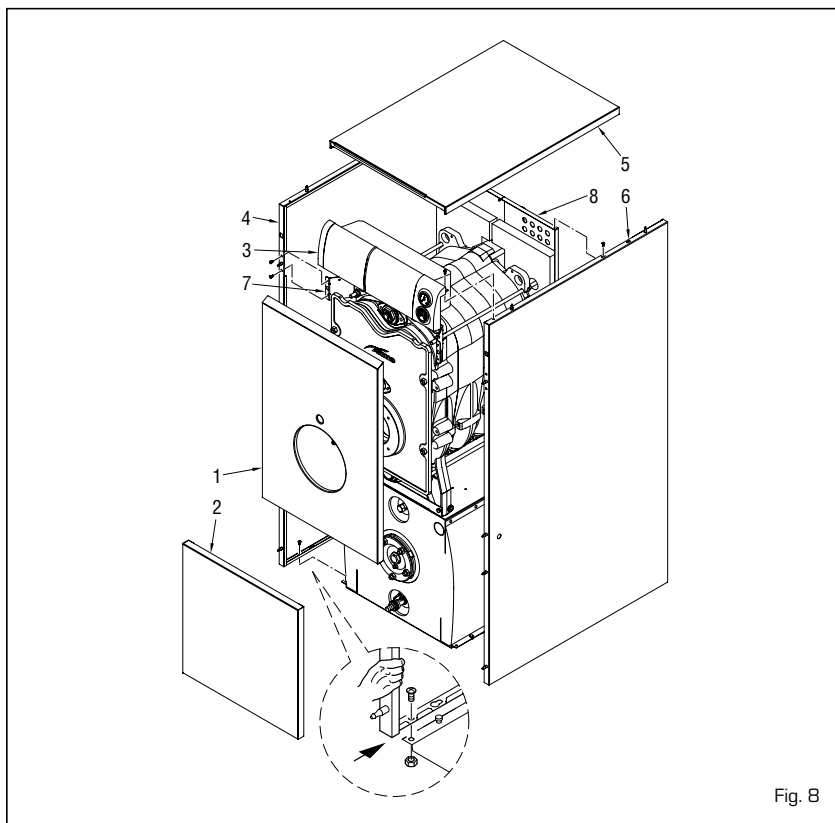

Fig. 8
3.3.3 Demontage van de mantel (fig. 8)